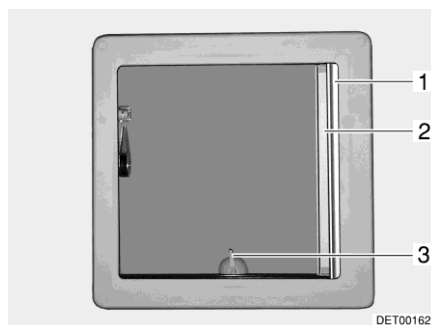
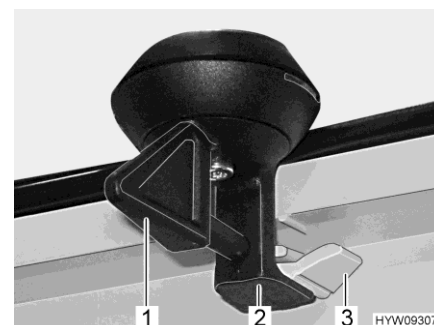

Fig. 73 Lanterneau basculant
Fig. 74 Verrouillage (lanterneau basculant)
- Tourner le levier (Fig. 73,3 ou Fig. 74,1) d'un quart de tour.
- Tourner le levier d'un quart de tour. Le dispositif de verrouillage (Fig. 74,2) doit pénétrer dans le cran d'arrêt inférieur (Fig. 74,3).
- Retirer le dispositif occultant plissé (Fig. 73,1) et le relâcher lorsqu'il a atteint la position voulue. Le dispositif occultant plissé reste alors à cette position.
- Tirer la moustiquaire (Fig. 73,2) jusqu'à ce que le dispositif de verrouillage s'enclenche dans la partie opposée.